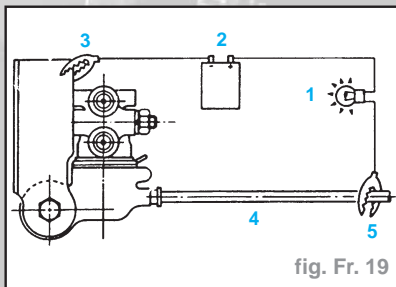

fig. Fr. 19
- Brancher la lampe (1) et la batterie (2) entre le support de soupape (3) et la tringlerie (4) (fig. Fr. 19).